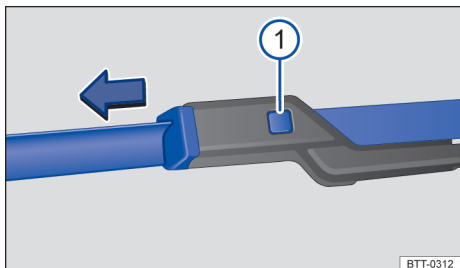

Fig. 146 No para-brisa: substituir as palhetas dos limpadores do para-brisa.
- Manter o botão de destravamento → Fig. 146 ① pressionado e, ao mesmo tempo, retirar a palheta dos limpadores do para-brisa no sentido da seta.